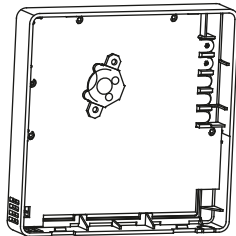

Fig 3-5
- Placez la pile dans le lieu d'installation et assurez-vous que le côté positif de la pile correspond au côté positif du lieu d'installation. (Voir Fig. 3-5)